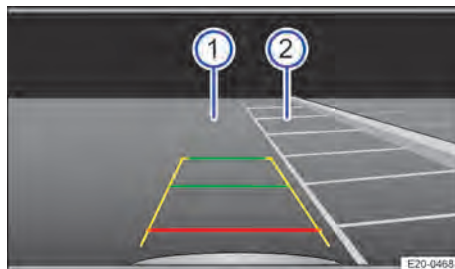

Abb. 128 Infotainment-System: Parklücke aussuchen.
3. Fahrzeug vor der Parklücke → Abb. 128 ② positionieren.